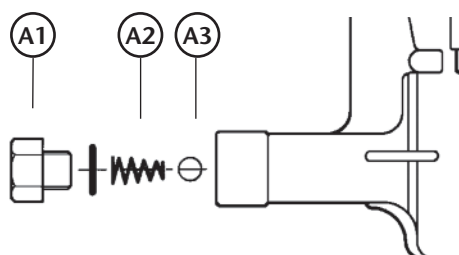

Fig. 3
1. Unscrew the outlet nut (A1) and remove the spring (A2) and the ball (A3) (fig. 3).
1. Desserrer l'écrou de sortie (A1) et extraire le ressort (A2) ainsi que la boule (A3) (voir Fig. 3).
1. Desenroscar la tuerca de salida (A1) y sacar el muelle (A2) y la bola (A3) (fig. 3).
1. Die Mutter (A1) am Auslauf abschrauben, die Feder (A2) und die Kugel (A3) entfernen (Bild 3).